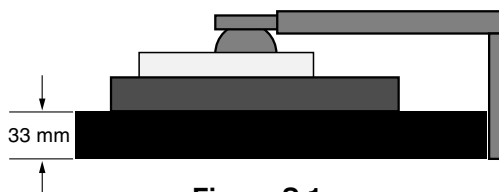

Figure S.1
3. Placez le moniteur face vers le bas sur une surface non abrasive. Placez l'écran sur une plate-forme de 33 mm de manière à ce que le support soit parallèle à la surface (**Figure S.1**).